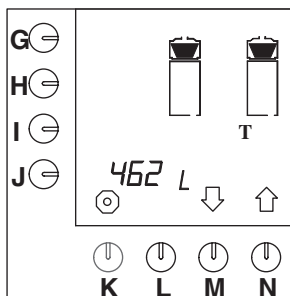

Fig. 28 Totalräkneverk bryggarsystem
- Totalräkneverket visas på displayen. Det totala antalet liter kaffe som har bryggts under maskinens livslängd kan avläsas på displayen (fig. 28).